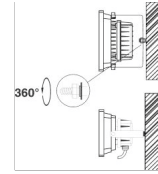

Рис. 3 Схема установки прожектора с углом поворота 360°
- 6.4. Возможна установка прожектора с углом поворота 360° (рис. 3)